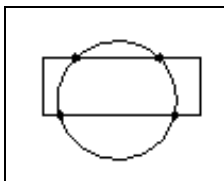

Рис. 5.30. Точки пересечения двух кривых
- ♦ "ловушкой" укажите кривую для поиска. Система автоматически создала точки пересечения (рис. 5.30).